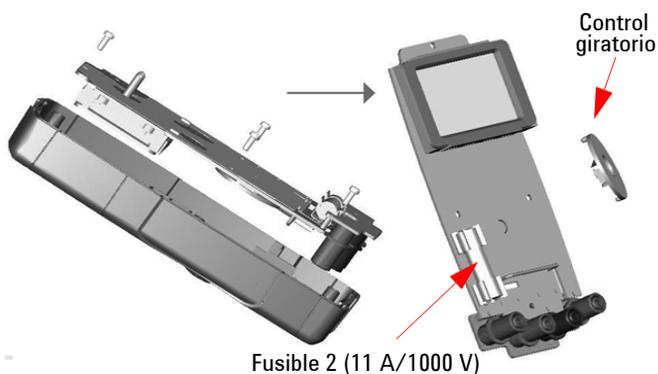

Figura 4-11 Reemplazo del Fusible 2
- 5 Si quiere sustituir el Fusible 2 defectuoso, extraiga el Fusible 1 antes de extraer el Fusible 2. Afloje los cuatro tornillos (se muestra en la Figura 4-11) para levantar y extraer el tablero de circuito de la carcasa superior.
- 6 Extraiga con cuidado el Fusible 2 defectuoso haciendo palanca en un extremo del fusible flojo y retirándolo del soporte, consulte la Figura 4-11.